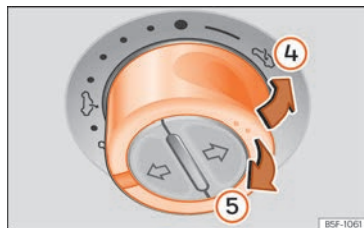

**Fig. 111** En el revestimiento interior del techo: pulse el conmutador y tire de él para levantar y bajar el techo.
- Levantar: pulse el conmutador hacia la posición » fig. 111 ④. Para una posición intermedia, mantenga el conmutador accionado hasta alcanzar la posición deseada.
- Bajar: tire el conmutador hacia la posición » fig. 111 ⑤. Para una posición intermedia, mantenga el conmutador accionado hasta alcanzar la posición deseada.
- *Techo de cristal:* antes de que transcurran aprox. 5 segundos desde la activación de la función antiaprisionamiento, mantenga el mando tirado hacia atrás » » » **fig. 111** (flecha **⑤**) hasta que el techo quede completamente cerrado.